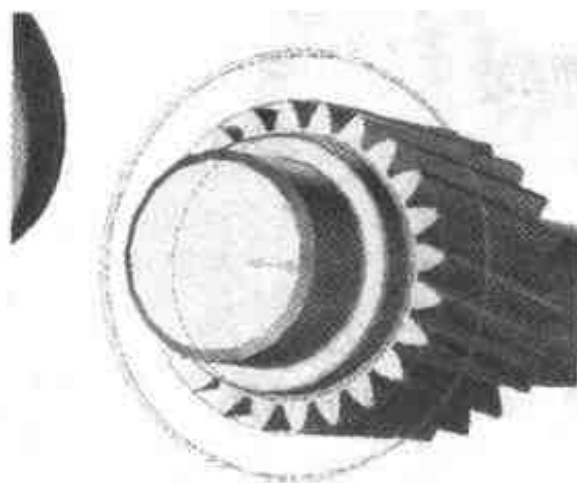
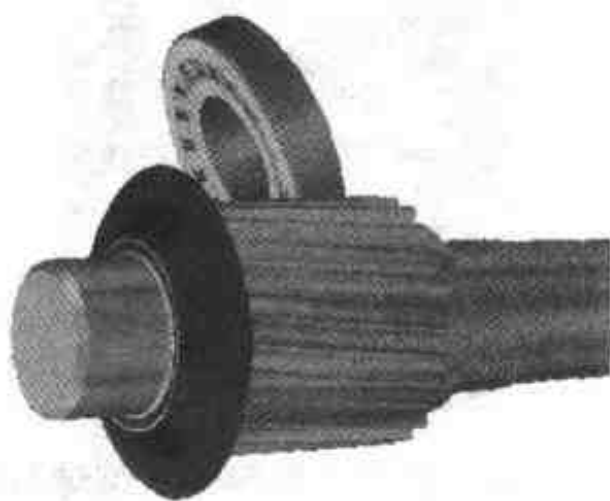

图 3.125 选择装配位置
图 3.126 完成挡油环装配
- (5) 再次单击如图 3.125 所示轴上中心位置(方向如果不对, 可以按 Tab 键进行调整), 结果如图 3.126 所示。